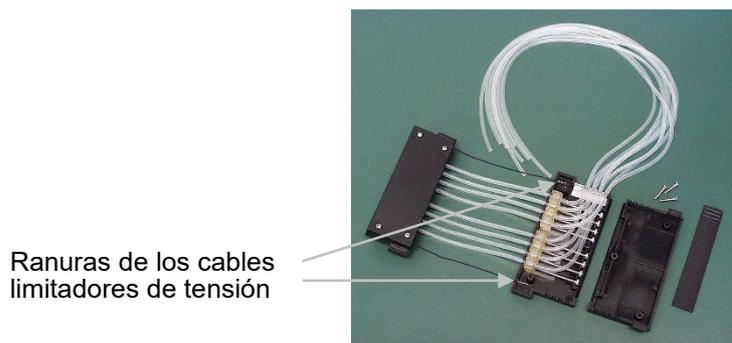

Figura 5-46. Tornillos de calibración fijados
11. Introduzca los cables limitadores de tensión en sus ranuras en la pieza superior del casete dispensador (Figura 5-46).